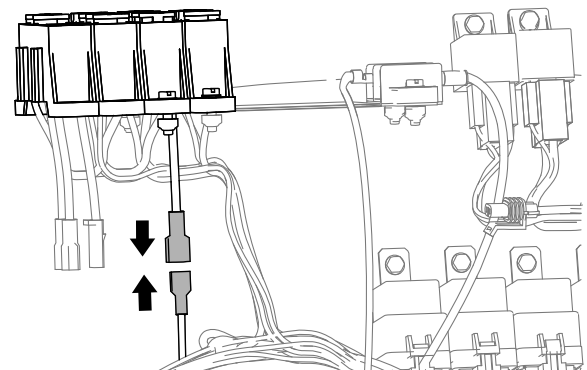

Bild 21
- Schließen Sie bei Maschinen mit einem Flachstecker für das Anbaugerät am Sicherungskasten der Maschine den Flachstecker des Kabelbaums für das Finishingkit am Buchsen-Stecker des Sicherungskastens der Maschine an (Bild 21).